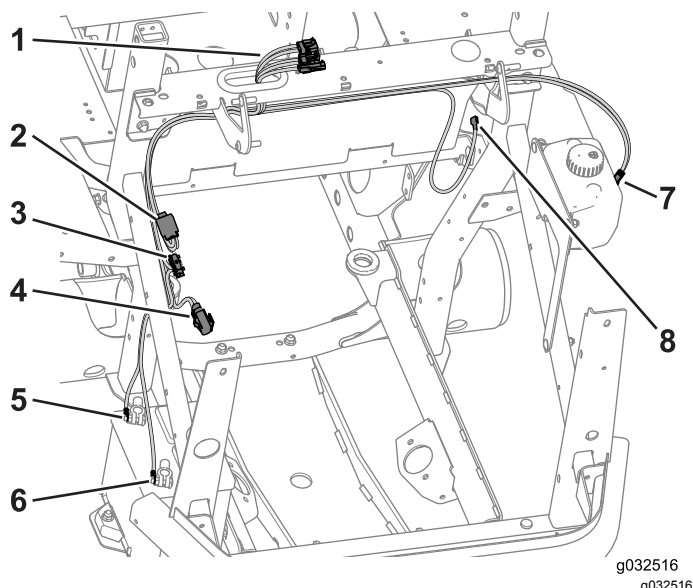

Рисунок 39
1. Проложите три разъема кабины через уплотнительную втулку (Рисунок 39).
2. Проложите провод вспомогательного питания через опору рамы, вниз вдоль трубы конструкции защиты оператора при опрокидывании машины (ROPS) и к органам управления на пульте оператора (Рисунок 39).
3. Проложите провод бачка стеклоомывателя через опору рамы, вниз вдоль трубы конструкции ROPS и к бачку стеклоомывателя (Рисунок 39).